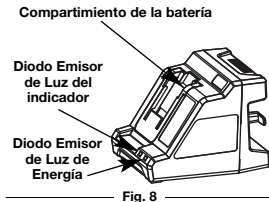

Fig. 8
- Se encenderá el DIODO EMISOR DE LUZ rojo de ENERGÍA (Fig. 8).
- Verifique que la batería esté completamente insertada en el cargador comprobando que el DIODO EMISOR DE LUZ se haya encendido (Fig. 8).